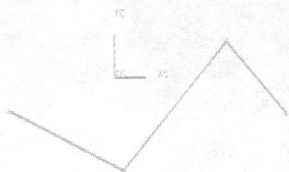
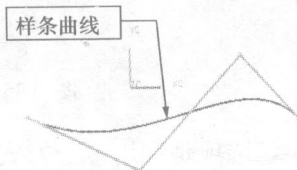

图 1-30 输入样条点
图 1-31 建立样条曲线
- 在弹出点构造器以后,根据需要在屏幕中输入至少 3 个点,如图 1-30 所示。然后单击点构造器的【确定】按钮。这时系统会弹出确定样条曲线对话框,单击【是】按钮,生成如图 1-31 所示的样条曲线。